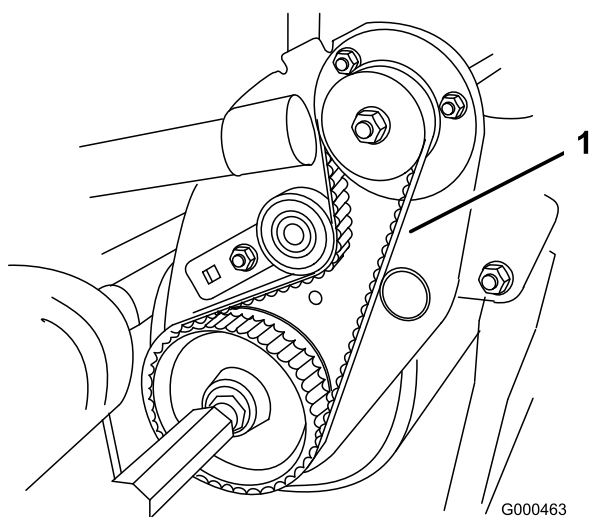

Figura 42
2. Verifique a pressão calcando a correia (Figura 42) até ficar entre o alternador e as polias, aplicando uma força de $2 \pm 0,5$ kg. A correia deve atingir um desvio de 4,8 a 7,9 mm. Se a deflexão for incorrecta prossiga para o passo seguinte.